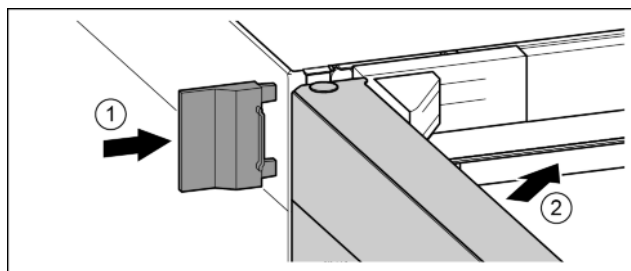

Fig. 25
- ▶ Нахлузете външния капак. Fig. 25 (1)
- ▶ Затворете горната врата. Fig. 25 (2)